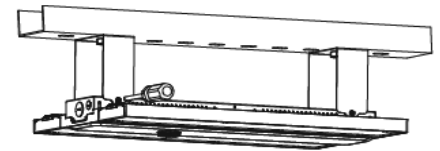

Figure 8
**STEP 2:** Assemble the lamp on the bracket and fix it with screws. See Figure 8.
**ÉTAPE 2:** Montez la lampe sur le support et serrez-la avec des vis. Voir la Figure 8.